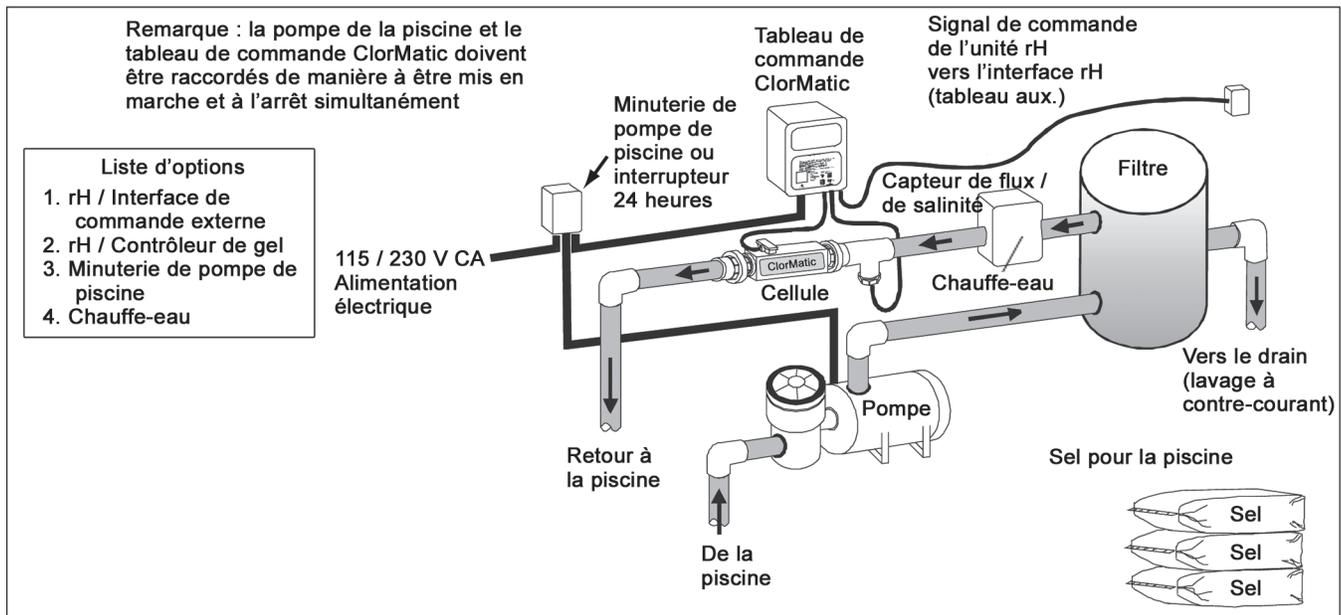

Figure 1. Installation type d'un chlorateur avec options
Nous recommandons d'installer le capteur de flux / de salinité sur la même conduite que la cellule d'électrolyse, sans vannes ou dérivation entre les deux. (Voir la Section 2, Figure 1).
2. Il est recommandé d'installer le capteur de flux / de salinité et la cellule d'électrolyse sur la conduite de retour de la piscine en aval du filtre et du chauffe-eau. (Voir la Section 2, Figure 1.).